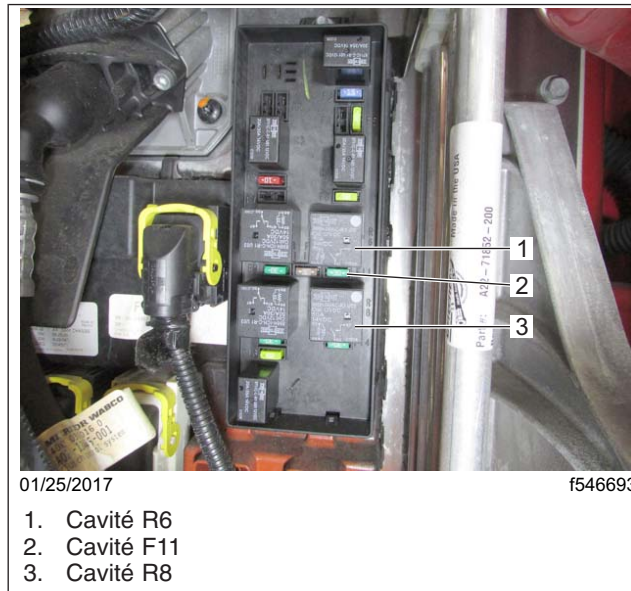

Fig. 33, Relais et fusibles sur le SAM châssis
46. Installez le relais 23-11276-020 (n° de pièce fournisseur 896-1AH-C-R1-U03-12VDC) dans la cavité R8, puis vérifiez l'existence d'un fusible de 30 A dans la cavité F14 du SAM châssis. Reportez-vous à la **figure 33**.